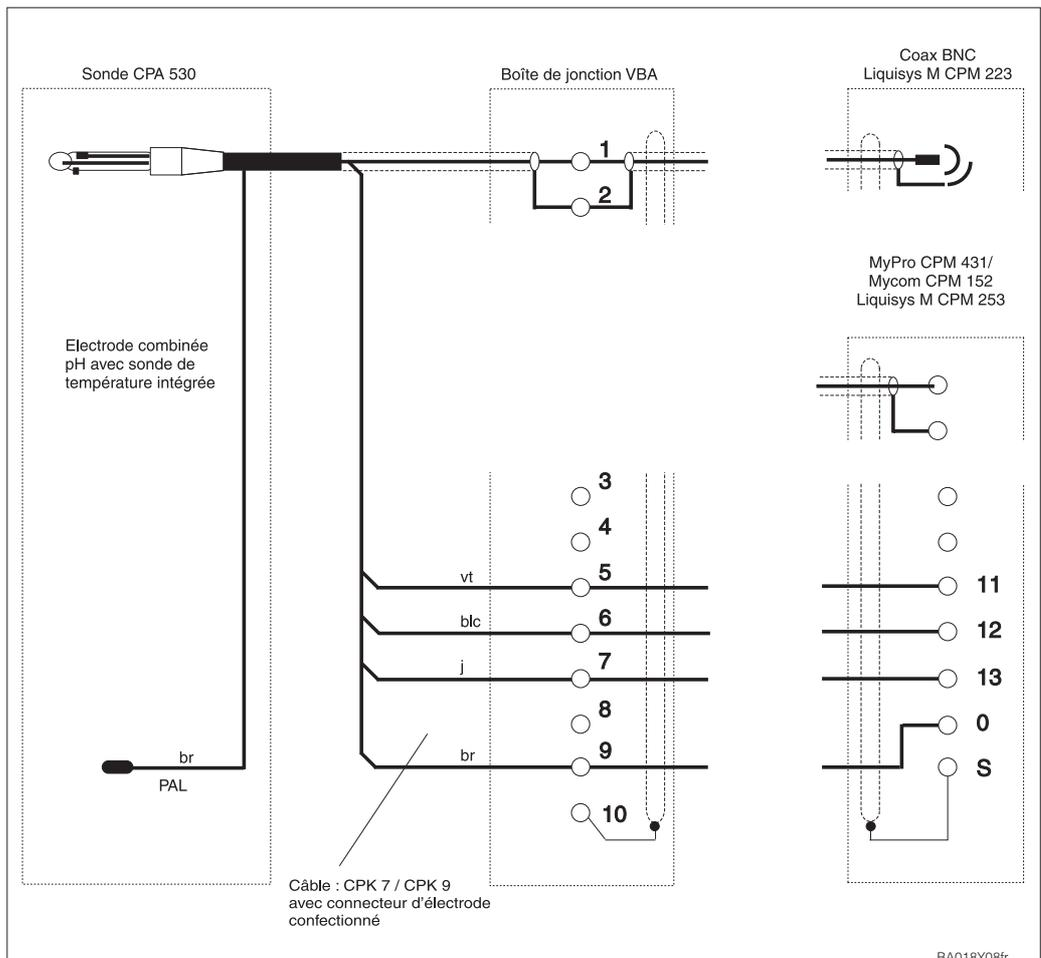

Fig. 8 Raccordement de la DipFit W CPA 530, électrode combinée avec CPK 7 / CPK 9
- Pour le raccordement, utiliser un câble confectionné CPK 1, CPK 7 ou CPK 9. (voir schéma de la fig. 8).